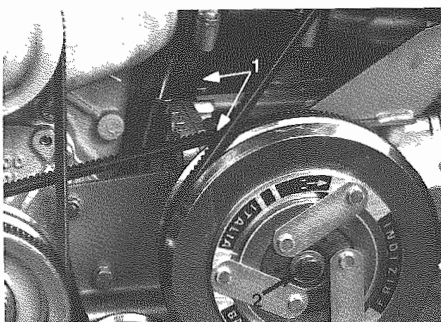

Fig. 2 - 1) Viti fissaggio compressore - Compressor screws
- Allentare le viti di fissaggio (8) (Fig. 2).
Bloccare la puleggia ed allentare la vite di fissaggio (Fig. 2);
- Loosen fixing screws (8) (Fig. 2).
Lock the pulley and loosen fixing screw (Fig. 2);